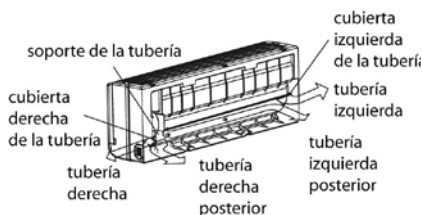

Ilustración 42
1. Para instalar la tubería con salida a la izquierda o la derecha, quite la cubierta de la tubería del panel lateral. Esta se debe guardar ya que puede ser utilizada cuando vuelva a instalar el acondicionador de aire en otro lugar. (Ilustración 42)